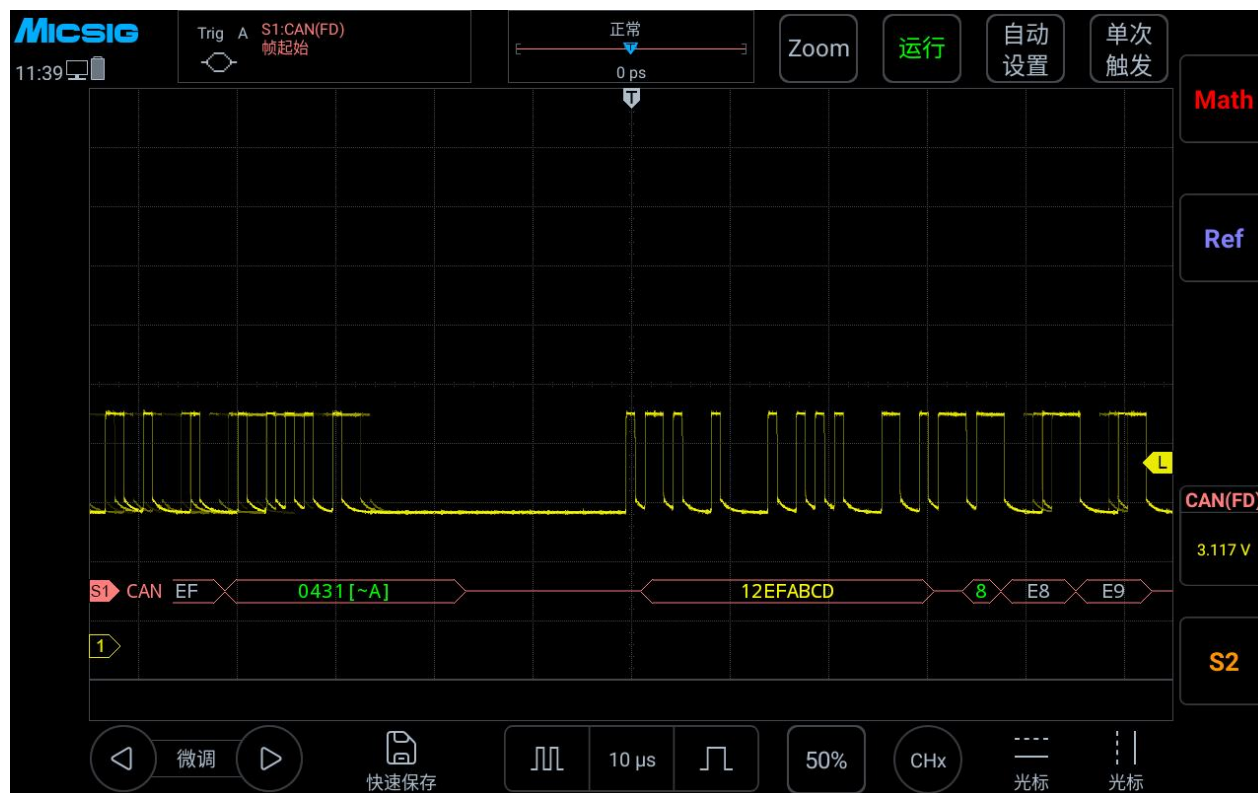

图 14-16 CAN 图形界面
- (3) 打开触发方式配置菜单, 点选“帧起始”;
- (4) 依据信号幅值调节阈值电平; CAN 触发图形界面见图 14-16: